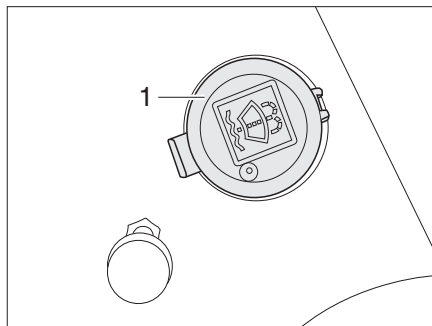

Fig. 30 Tubo de llenado depósito de agua para lavar
- Quitar la tapa (Fig. 30,1) del tubo de llenado del depósito de agua para lavar.